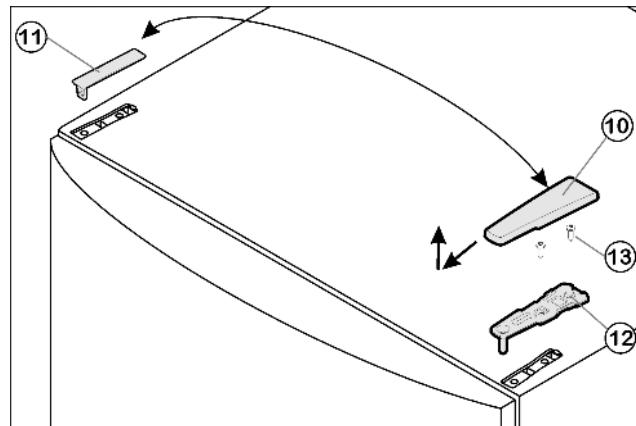

Fig. 4
- Потяните крышку Fig. 4 (10) вперед и вверх.
- Снимите крышку Fig. 4 (11).
- Открутите верхний опорный кронштейн Fig. 4 (12)(2 шт. Torx® 25) Fig. 4 (13) и вытяните вверх.
- ▶ Установите верхний опорный кронштейн *Fig. 4 (12)* на новой стороне шарнира и защелкните в дверце.
- ▶ Прикрутите верхний опорный кронштейн *Fig. 4 (12)* (**с моментом 4 Нм**) (2 шт. Torx® 25) *Fig. 4 (13)*. При необходимости проделайте отверстия или используйте аккумуляторную отвертку.
- ▶ Защёлкните крышку *Fig. 4 (10)* и крышку *Fig. 4 (11)* на противоположной стороне.